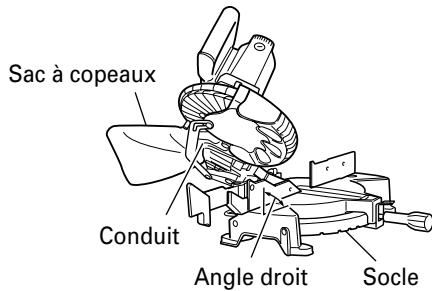

Fig. 32
- (1) Si le sac à copeaux est plein, les copeaux sortent du sac quand la lame tourne. Vérifier le sac à copeaux périodiquement et le vider avant qu'il ne soit plein.
- (2) Lors d'une coupe de biseau ou d'une coupe mixte, fixer le sac à copeaux à angle droit sur la surface du socle comme indiqué à la Fig. 32.